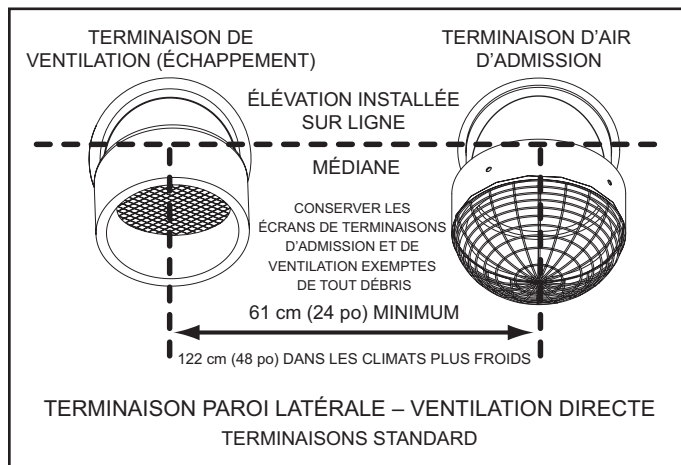

Figure 26
4. Pour installer une terminaison d'entrée d'air et une de ventilation dans une configuration de ventilation directe à travers une paroi latérale, il doit y avoir une séparation minimum de 61 cm (24 po), mesurée sur la ligne médiane verticale, entre les terminaisons d'entrée d'air et de ventilation, voir la Figure 26.
5. Pour installer les terminaisons d'entrée d'air et de ventilation dans une configuration de ventilation directe à travers une paroi latérale, les terminaisons d'entrée d'air et de ventilation doivent être installées à la même élévation mesurée sur la ligne médiane horizontale - voir la Figure 26.
Toutefois, la distance entre les terminaisons de ventilation et d'entrée d'air les plus proches doit être d'un minimum de 61 cm (24 po). Dans les climats plus froids, cette séparation doit être augmentée d'au moins 122 cm (48 po). Voir Figure 26.